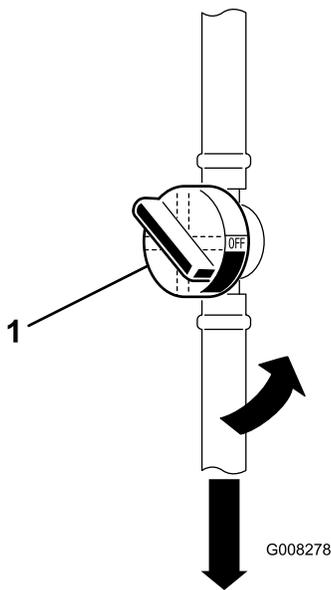

Figure 29
5. Fermez le robinet d'arrivée de carburant (Figure 29).
7. Pincez les extrémités des colliers et faites glisser ceux-ci pour les éloigner du filtre usagé (Figure 29).